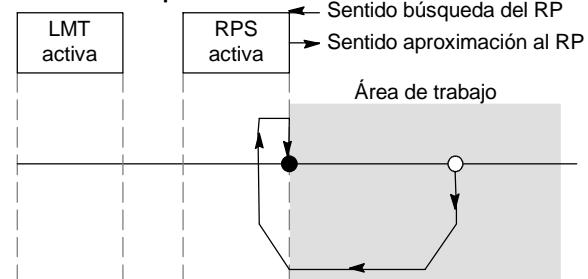

Figura 9-16 Secuencia estándar de búsqueda del RP (diagrama simplificado)
- ☐ El módulo de posicionamiento incorpora un sensor del punto de referencia (RPS) que se utiliza para buscar el RP. El RP se identifica utilizando un método para ubicar la posición exacta, conforme al sensor del punto de referencia (RPS). El RP puede estar ubicado en el centro del área RPS activa, en el borde de esa área, o bien a un número determinado de impulsos cero (ZP) del borde de esa área.
Es posible configurar la secuencia que utiliza el módulo de posicionamiento para buscar el punto de referencia (RP). La figura 9-16 muestra un diagrama simplificado de la secuencia de búsqueda estándar del RP. Las opciones siguientes pueden seleccionarse para la secuencia de búsqueda del RP: